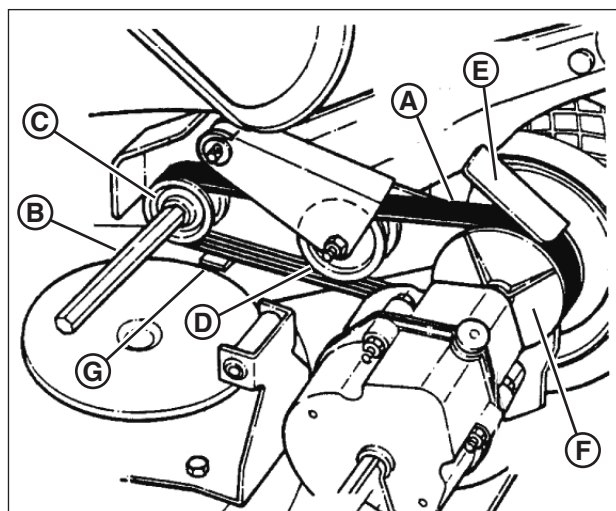

Figure 34: Parcours de la courroie en V
3. Placez la courroie en V (A, Figure 34) autour de l'arbre hexagonal (B) puis sur la poulie d'entraînement (C).
4. Acheminez la courroie sur le dessus du galet tendeur (D).
5. Tournez la courroie sur son côté et tirez-la vers le haut entre le support de différentiel (E) et la poulie entraînée, (F) puis vers le bas dans la gorge de la poulie. Assurez-vous que la courroie en V est au-dessus du guide de la courroie (G).